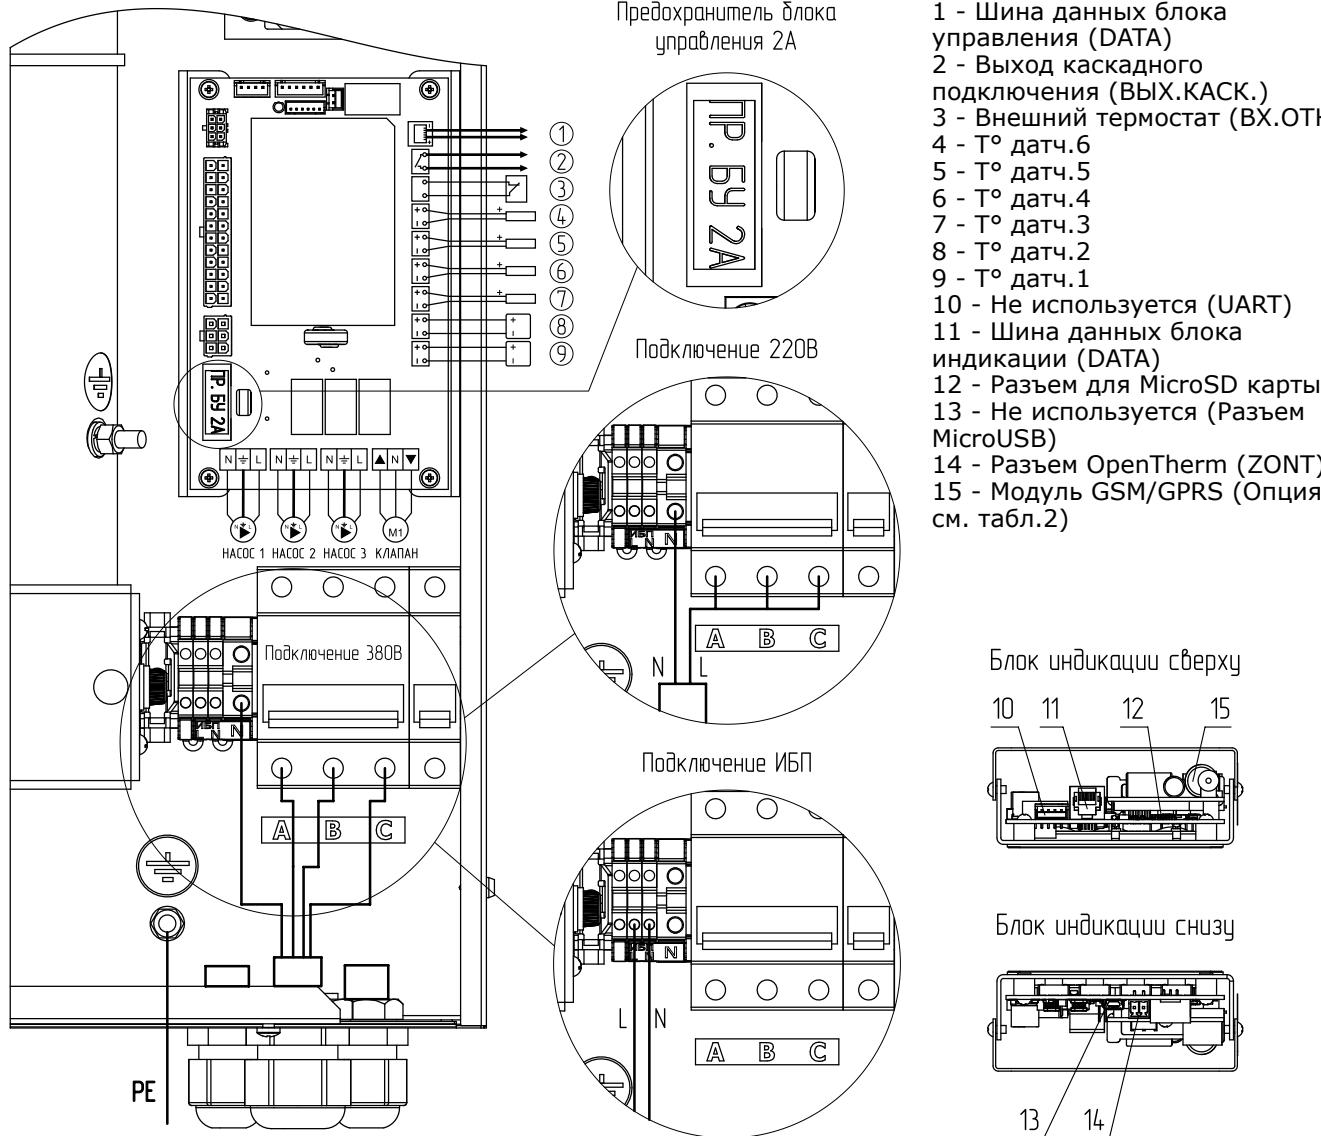
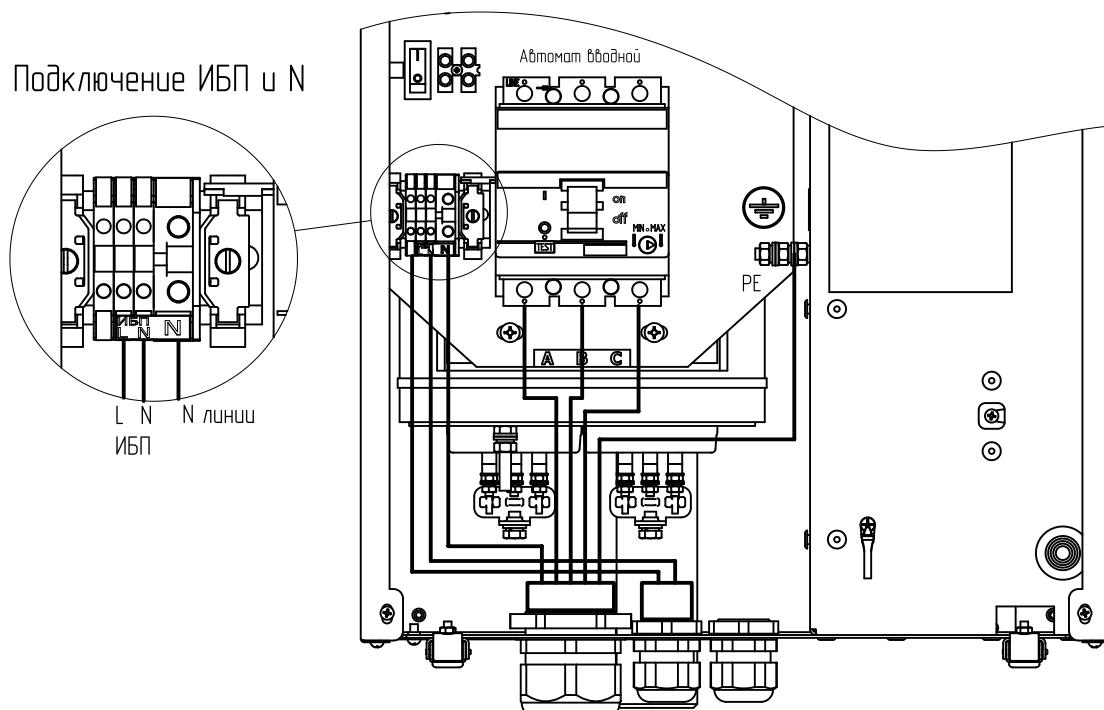

Рис.2. Схема подключения котлов ZOTA Solid 4,5-36
Рис.2.1. Схема подключения котлов ZOTA Solid 45-60
Для подключения циркуляционного насоса, датчиков температуры воздуха и воды, двигателя трехходового клапана, внешнего термостата на блоке управления (поз.9) имеются колодки разъемного типа. На основании установлен силовой автомат (поз.13) с дистанционным расцепителем (поз.14), который отключает силовые питающие фазы при возникновении аварийных ситуаций. Выключатель (поз.15) установлен на основании и служит для отключения питания от блока индикации (поз.7), блока управления (поз.9) и циркуляционных насосов. Циркуляционные насосы подключены к питающей сети через предохранитель (поз.16). Схема присоединения котлов Solid к питающей сети, датчикам температуры, циркуляционному насосу и клапану приведена на Рис.2. Схема подключения к питающей сети котлов Solid от 45 до 60 кВт и котлов Solid от 70 до 100 кВт приведена на рисунке 2.1 и рисунке 2.2 соответственно.
- Подключить котел к трехфазной сети переменного тока 380 В, 50 Гц, для этого присоединить рабочий нулевой провод на клемму нейтраль (N) котла, фазные провода на клеммы А, В, С вводного автомата. Защитный нулевой провод (PE) подключить на болт «ЗАЗЕМЛЕНИЕ» (см. Рис.2 для Solid 4,5-36 кВт, Рис.2.1 для Solid 45-60 кВт и Рис.2.2 для Solid 70-100 кВт);
- При питании котла от однофазной сети переменного тока 220 В, 50 Гц присоединить рабочий нулевой провод на клемму нейтраль (N) котла, а фазный на клеммы А, В, С вводного автомата, защитный нулевой провод (PE) должен подключаться к клемме «ЗАЗЕМЛЕНИЕ» (см. Рис.2 для Solid 4,5-36 кВт, Рис.2.1 для Solid 45-60 кВт и Рис.2.2 для Solid 70-100 кВт).
Для соединения клемм А, В, С вводного автомата в комплекте имеется специальная перемычка (только для ZOTA «Solid» от 4,5 до 9 кВт), которая устанавливается на вводных клеммах автомата (см. Рис.2 для Solid 4,5-36 кВт, Рис.2.1 для Solid 45-60 кВт и Рис.2.2 для Solid 70-100 кВт);
- Подключить датчик температуры воздуха на улице к контактам (- +) клеммной колодки (Рис.2 поз.9, Т° датч.1), проводом с сечением не менее 0,5 кв.мм и длинной до 20 м. Установить датчик температуры воздуха на улице, в защищенном от солнечных лучей и осадков месте.
- Подключение датчика т° ГВС/воздуха контура 2 (Рис.2 поз.7, Т° датч.3), датчика т° воды клапана (Рис.2 поз.5, Т° датч.5) и датчика т° воздуха клапана (Рис.2 поз.4, Т° датч.6) производить в соответствии с Рис.2.
- Присоединить провода (L, N, заземление) от насосов к соответствующим контактам на клеммной колодке котла как показано на Рис.2. Мощность, потребляемая каждым насосом не должна превышать 200 Вт.
- При необходимости присоединить провода (откр_общ_закр) от двигателя трехходового смесывающего клапана к соответствующим контактам на клеммной колодке котла как показано на Рис.2. Мощность двигателя привода не должна превышать 20 Вт при напряжении ~220 В.